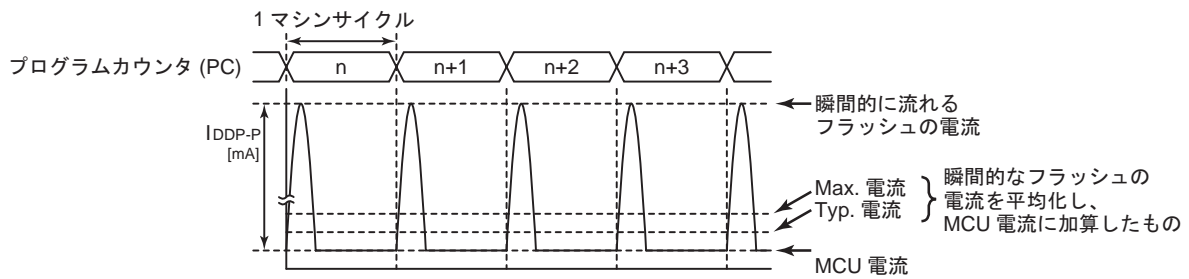

図 25-4 フラッシュメモリの間欠動作
- 注 6) フラッシュメモリでプログラムが動作しているとき、またはフラッシュメモリからデータをリードしているとき、フラッシュメモリは間欠動作を行いますので、瞬間的に図 25-4 のようなピーク電流が流れます。よってこの場合の電源電流 I_{DD} (NORMAL1/2、SLOW1 モード時)は、ピーク電流を平均化した電流値と MCU 電流の和となります。